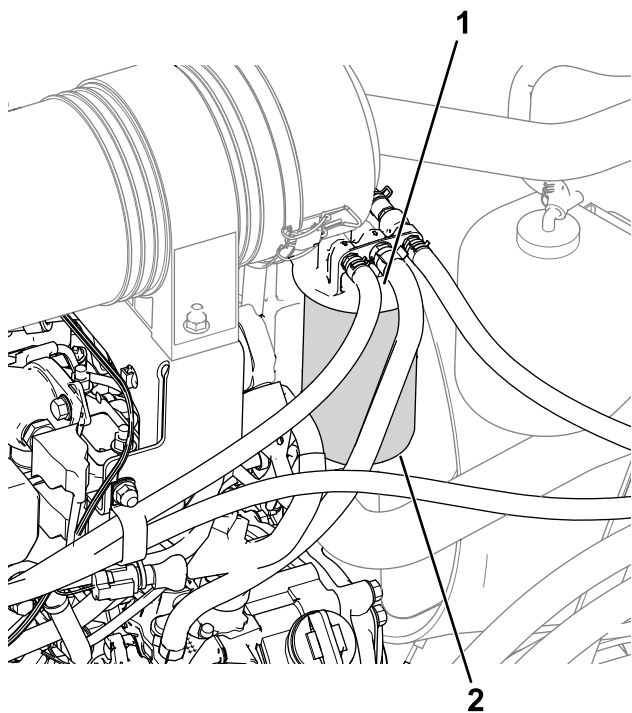

図 55
1. 燃料フィルタのヘッドの周囲をきれいに拭く 図 55。
2. フィルタを外してフィルタヘッドの取り付け部をきれいに拭く図 55。